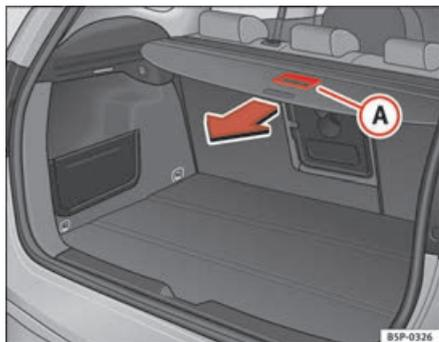

Abb. 124 Betätigung der Ablage
- Ziehen Sie die Ablage am Griff **A** nach hinten, bis Sie ein „Klick“ hören ⇒ Abb. 124.